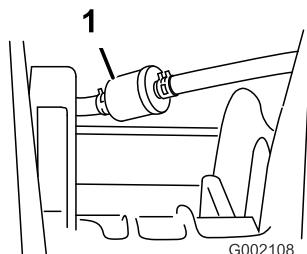

Figura 32
3. Retire as braçadeiras que fixam o filtro de combustível às tubagens (Figura 32).